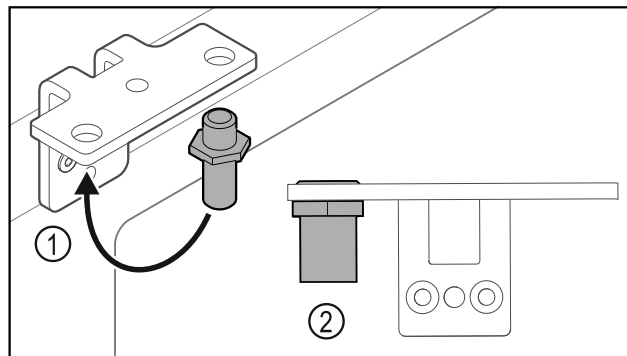

Fig. 37
- Flyt boltten Fig. 37 (1) i hængselvinklen.
- Spænd boltten Fig. 37 (2) med et **drejemoment på 12 Nm**.